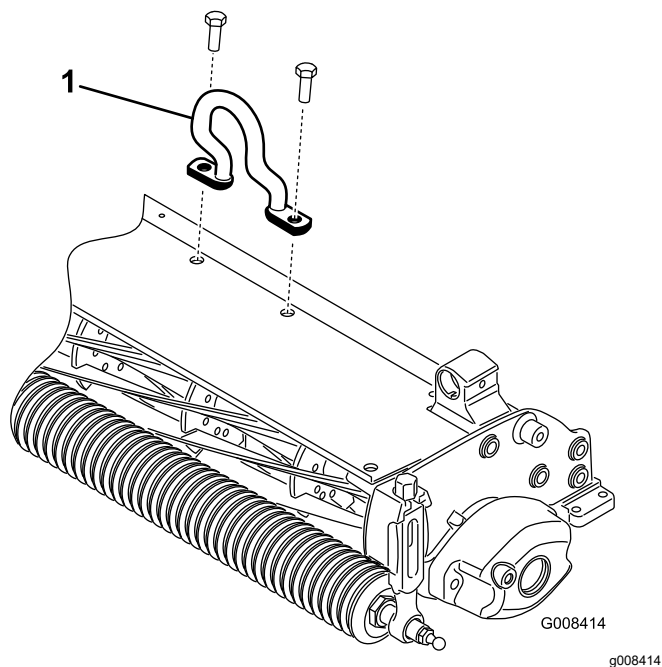

Figura 6
2. Instalai zăua cotită (Figura 6) în partea superioară a unităii de înlăturare a ierbii uscate cu 2 uruburi cu cap.